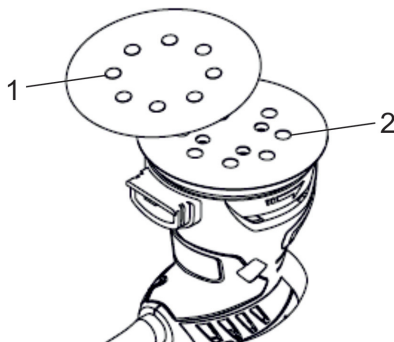

Рис. 2
- Совместите отверстия на абразивном круге (Рис.2, поз. 1) с отверстиями на подошве (Рис. 2, поз. 2).